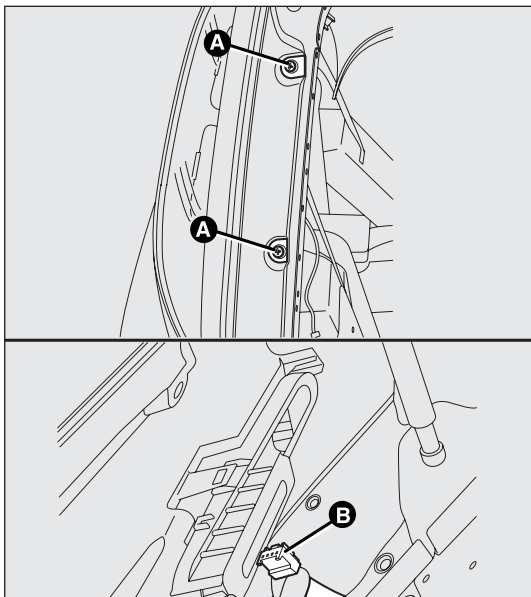

рис. 169
Положение ламп оптического элемента представлено на рис. 169
- открутите крепежные винты А – рис. 169;